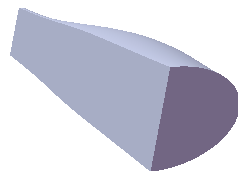

图 5.9.5 定义参考剖面
Step7. 用剖面视图查看零件模型为实体。选择下拉菜单 **视图(V)** → **显示(D)** →  **剖面视图(V)** 命令，系统弹出图 5.9.2 所示的“剖面视图”对话框；在“剖面视图”对话框的 **剖面 1** 区域中单击  按钮，以右视基准面作为剖面，此时可看到在绘图区中显示的特征为实体曲面（图 5.9.5），单击  按钮，关闭“剖面视图”对话框。